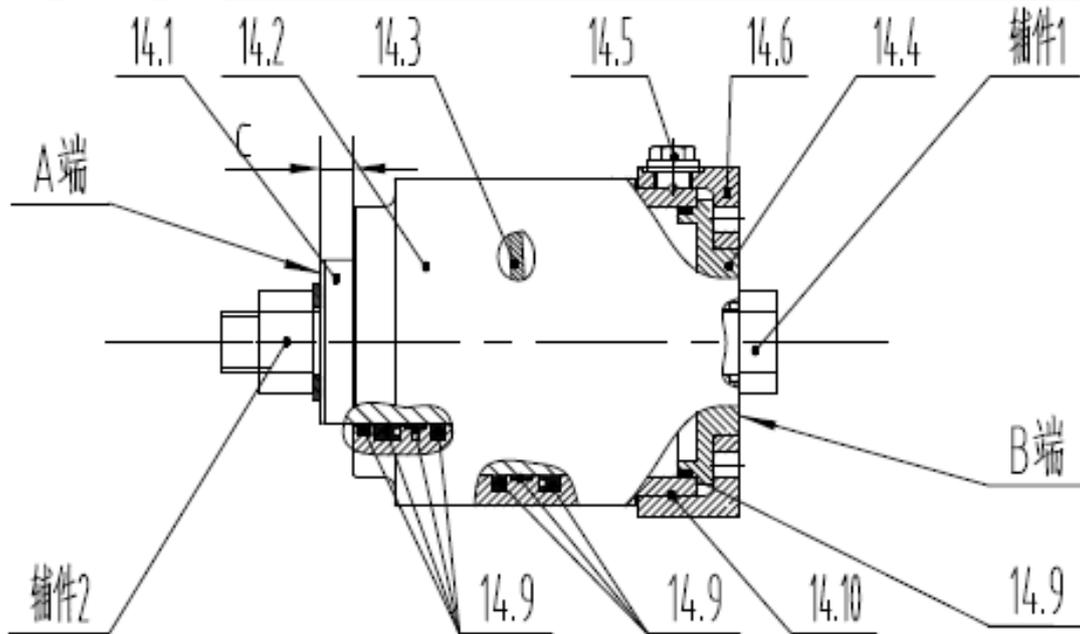

图 2.4-19 制动器油缸主要零部件
- 5、利用手动泵加压，压缩碟簧，使活塞（件 14.1）的前端与缸体（14.2）的前端距离 C 值 $\leq 10\text{mm}$ （参见图 2.4-19）；
- 6、在压盖（件 14.6）后端将辅件 1（螺栓）及辅件 2（螺母）安装上去，并顺时针拧紧辅件 2（螺母）（参见图 2.4-19）；
- 8、利用手动泵加压，抵消碟簧力，逆时针旋转辅件 2（螺母），将辅件 1（螺栓）及辅件 2（螺母）拆下（参见图 2.4-19）；
- 9、缓慢释放手动泵，直至碟簧完全释放（参见图 2.4-19）；
- 10、依次从 B 端将压盖（件 14.6）、导杆（件 14.4）、碟簧组（件 14.3）拆下，并将密封组件（件 14.9）拆下（参见图 2.4-19）；
- 11、先用汽油或煤油清洗活塞（件 14.1）、缸体（14.2）内壁等安装密封件的位置，然后用高压水枪清洗以上部位，最后使用压缩空气吹干上述部位（参见图 2.4-19）；